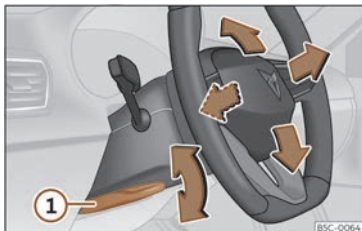

**Fig. 4** Levier sur la partie inférieure latérale de la colonne de direction.
- Tirez le levier » fig. 4 ① jusqu'en bas, déplacez le volant sur la position souhaitée, puis remontez le levier en position de verrouillage.
- Après avoir réglé la colonne de direction, poussez fermement le levier » fig. 4 ① vers le haut pour que le volant ne change pas de position accidentellement en cours de route.